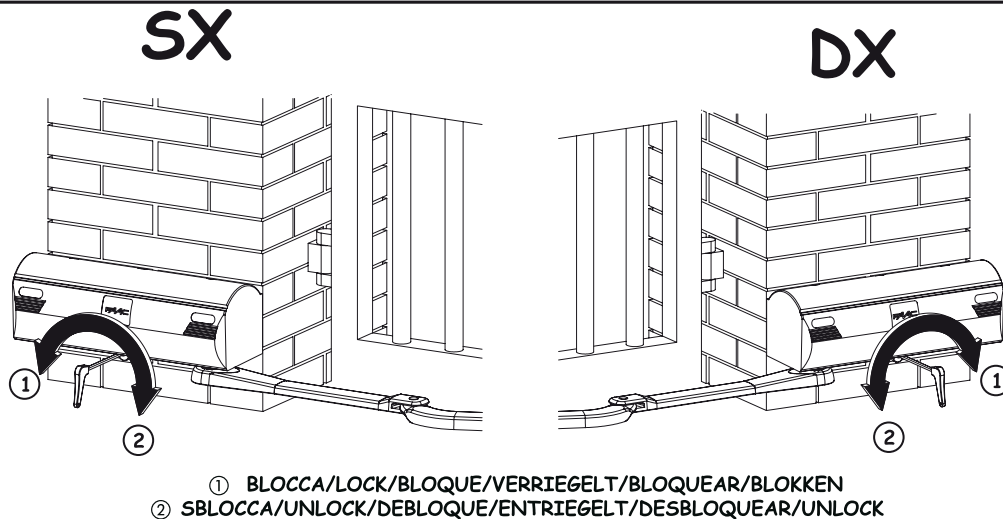

Fig. 1
- Introduzcan la llave Allen en dotación y den aproximadamente media vuelta hasta el tope en el sentido indicado en la Fig. 1 en relación al tipo de montaje.
- Introduzcan la llave Allen en dotación y den aproximadamente una media vuelta hasta el tope en el sentido indicado en la Fig. 1 en relación al tipo de montaje.